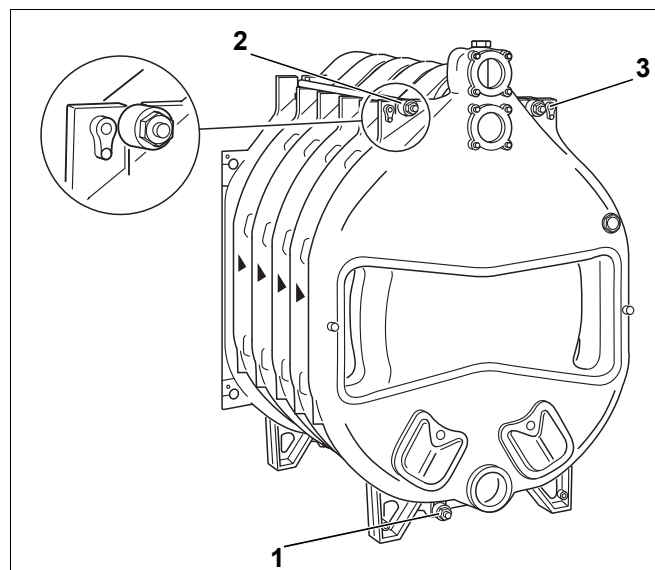

Рис. 17 Установка анкерных штанг
- ▶ Вставьте анкерные штанги с надетыми пакетами пружин в литые выступы (рис. 17, [1], [2] и [3]). При установке анкерных штанг следите за тем, чтобы пакеты пружин монтировались на задней стороне котла.